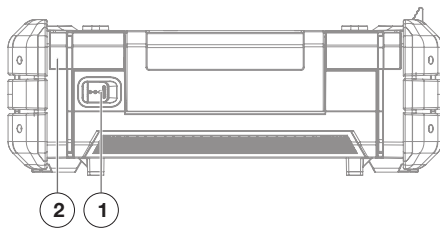

Figuur 1. Vooraanzicht
1. Open het vak om de AC/DC-netadapter eruit te halen (zie Figuur 1 en Figuur 3).